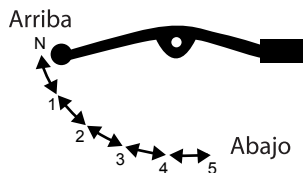

Imagen 17. Cambio de velocidades
9. Seguir el mismo proceso para meter el siguiente cambio de velocidad. *Ver imagen 17.*